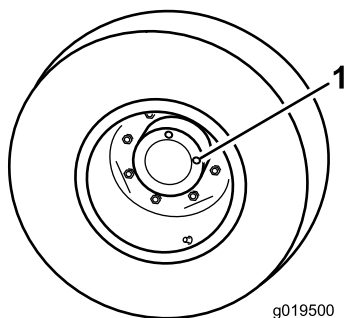

Figura 38
1. Com a máquina numa superfície plana, posicione a roda de forma a que 1 tampão de verificação (Figura 38) fique na posição das 12 horas e o outro na das 3 horas.
2. Retire o tampão da posição das 3 horas (Figura 38). O óleo deve ficar ao nível do fundo do orifício do tampão de verificação.